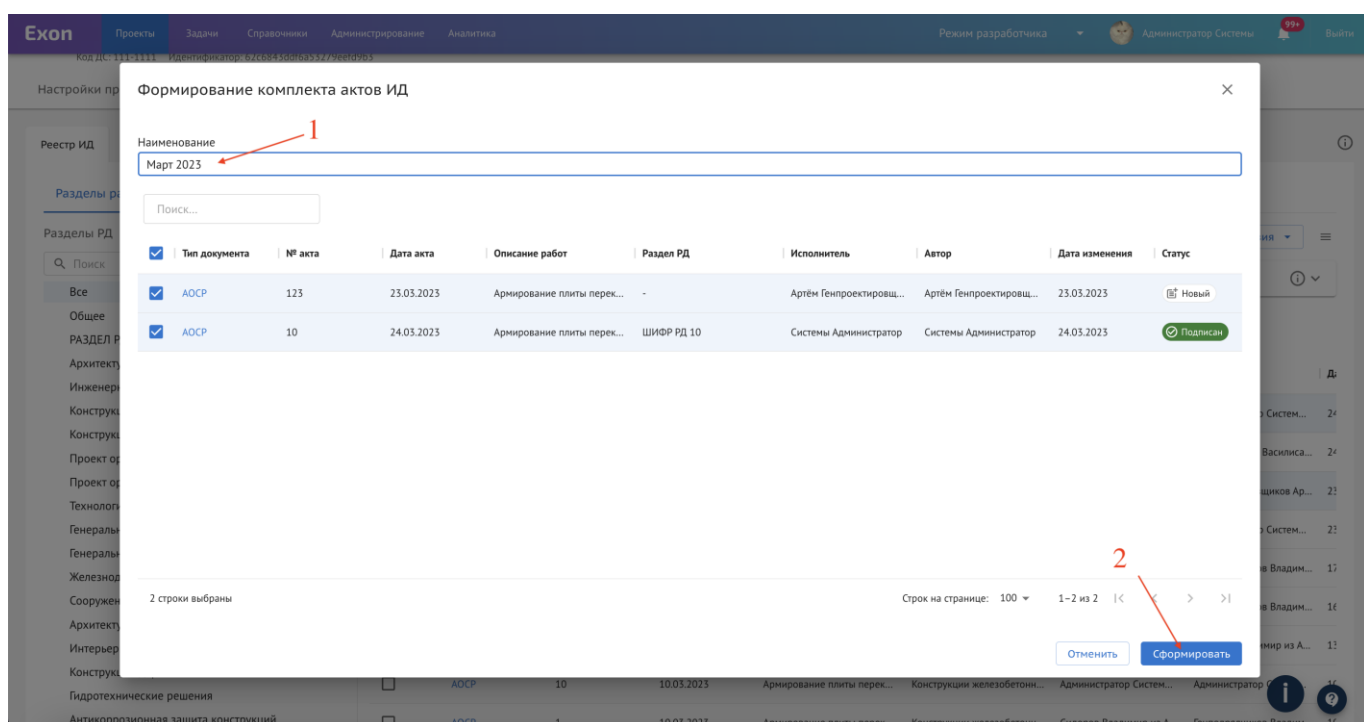

Рис. 83 - Формирование комплекта актов ИД
3. В открывшемся окне ввести название комплекта (1) и для завершения формирования нажать «Сформировать» (2) после чего откроется вкладка Комплекты (рис. 83);